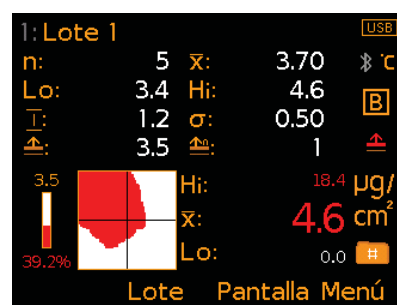

Fig. 7: Estadísticas y pasa/fallo de mapa
- **Pasa/Fallo de mapaa (Fig. 7);** proporciona una indicación visual de la contaminación salina. Las áreas donde los niveles de sales solubles están por encima del límite establecido están sombreadas en rojo, las áreas por debajo del límite están en blanco. La barra de medición a la izquierda del mapa de aprobado/suspenso muestra el límite (por encima de la barra) y el área de prueba de porcentaje por encima del límite definido (por debajo de la barra). La barra también ofrece una indicación visual del porcentaje de pasa/fallo. A la derecha se muestra la lectura más alta (Hi), más baja (Lo) y media ( $\bar{x}$ ) para la medición actual.